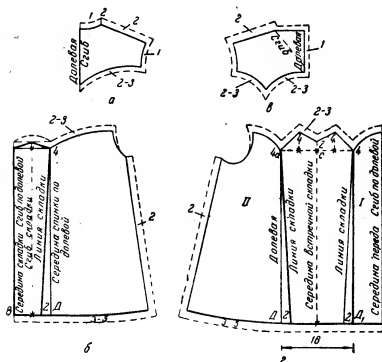

Рис. 153. Подготовка выкройки платья на фасонной кокетке со встречными складками к раскрою:
**Спинка.** При раскладке выкройки на ткани кокетку спинки (рис. 153, а) укладывают так, чтобы ее середина была по долевой нити на сгибе ткани. Нижнюю часть спинки (рис. 153, б) укладывают так, чтобы линия середины спинки была по долевой нити на расстоянии 8 см (для складки) от сгиба ткани. От точки Д (низа середины спинки) влево откладывают 2 см (на раскос складки). Точку 2 соединяют по линейке с точкой 4 (по этой линии закладывают складку).
**Полочка.** При раскладке выкройки на ткани кокетку полочки укладывают так (рис. 153, в), чтобы ее середина была по долевой нити. Нижнюю часть полочки (рис. 153, г) укладывают так, чтобы середина переда была по долевой нити на сгибе ткани. От первой части (I) выкройки откладывают 16 см (для встречной складки) и укладывают вторую часть выкройки (II) так, чтобы линия Д4а была по долевой нити. Точки 4 и 4а соединяют пунктирной линией по линейке. Низ выкроек соединяют прямой линией.